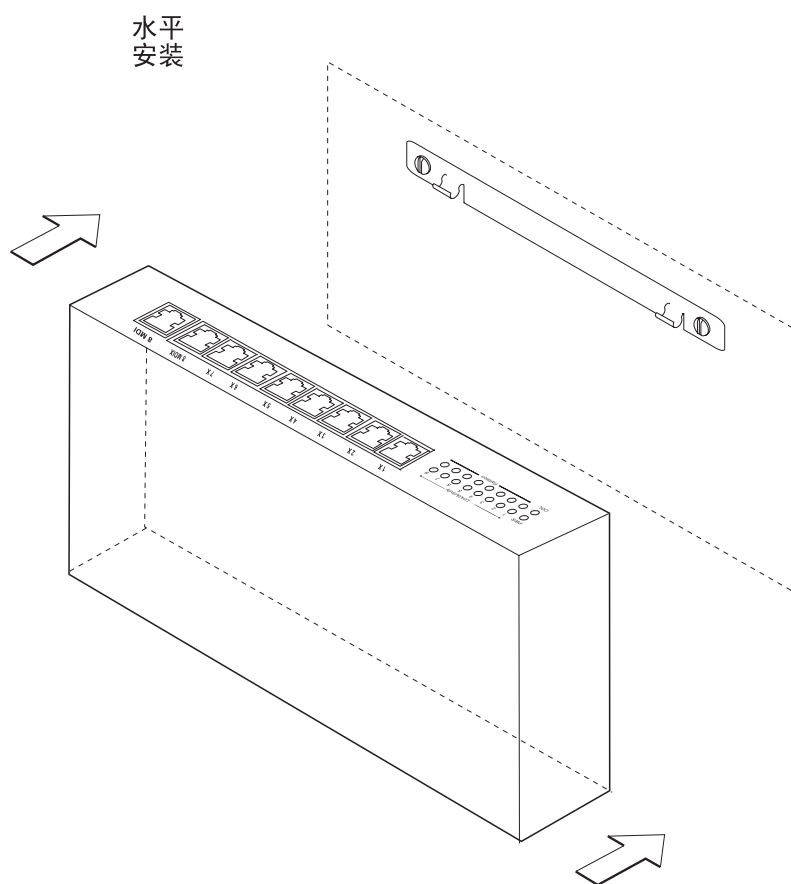

图 2-1. 壁式安装以太网台式集线器
- c 将集线器放在安装支架上, 使得集线器背面上的插口被紧紧地嵌在安装支架上。第2-3页的图2-1说明此步骤。